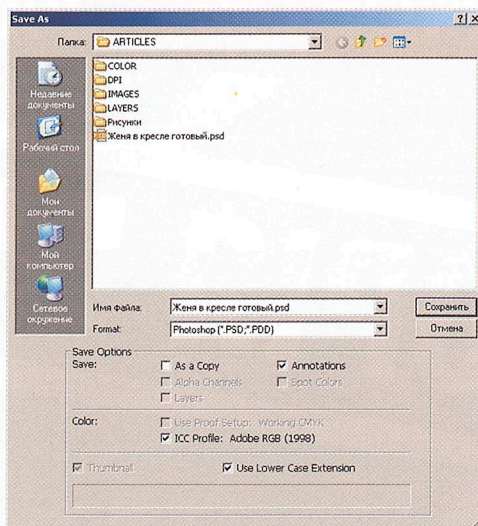
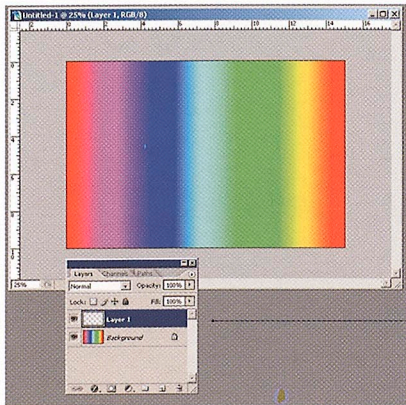

Рис. 3
Рис. 5
Внимание! Рабочее пространство указывается в поле Working space меню Color settings. Ни в коем случае не ставьте профиль принтера или монитора. Это очень распространенная ошибка начинающих пользователей. Там должно быть одно из стандартных рабочих пространств Photoshop. И вообще, рекомендую, чтобы меню Color settings выглядело так, как показано на рис. 5. В этом случае при открытии любого файла, если будут непонятные вопросы у программы, нажимайте ОК. Как минимум хуже не станет – ведь если в открываемый вами документ вставлен профиль, значит, это сделано не зря. Поэтому советую вам в меню сохранения файла проверять активное состояние флажка embed ICC profile. Впрочем, он должен стоять там по умолчанию (рис. 3).
- 3 Создаем пустой слой Layer\_New Layer (рис. 5).